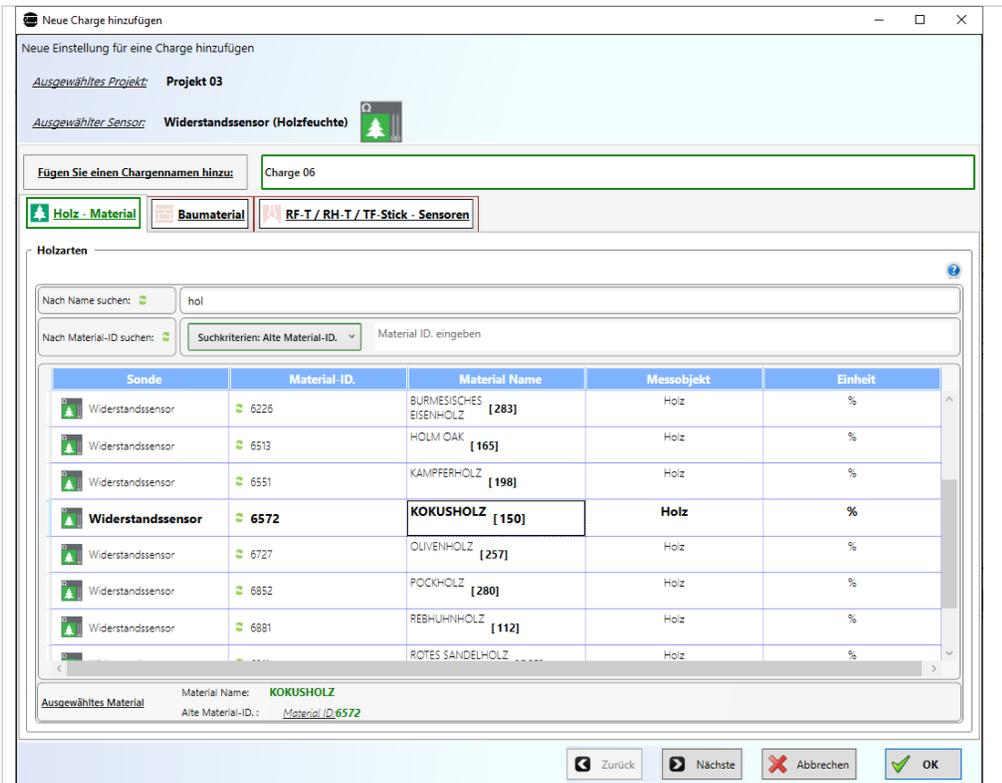

Abbildung 6-3: Chargen-Metadaten
- Klicken Sie auf **c**, um eine neue Charge zum ausgewählten Projekt hinzuzufügen (danach erscheint das Dialogfenster in Abbildung 6-3; wählen Sie dann ein Material aus, und klicken Sie auf die Schaltfläche "Weiter").